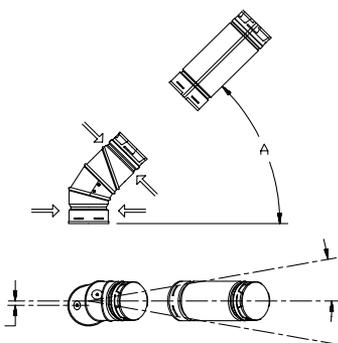

Figure 21
4. Déviations de 45° avec coudes de 90°. La *Figure 21* montre un coude réglable de 90° utilisé pour réaliser une déviation de 45°.